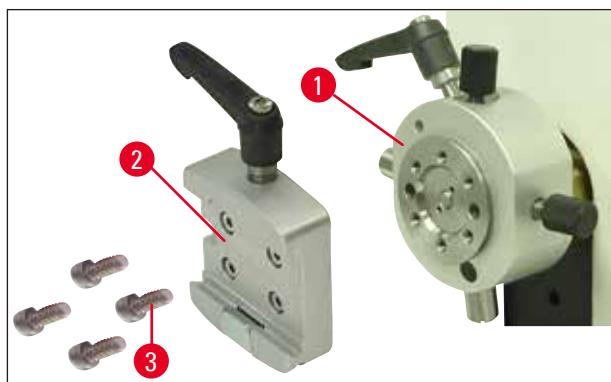

图 9
2. 然后从样品夹固定器卸下燕尾槽 (→图 9-2) (→图 9)。为此，使用带手柄的 3 号内六角扳手 (→图 10-1) 松开四个螺丝 (→图 9-3)。